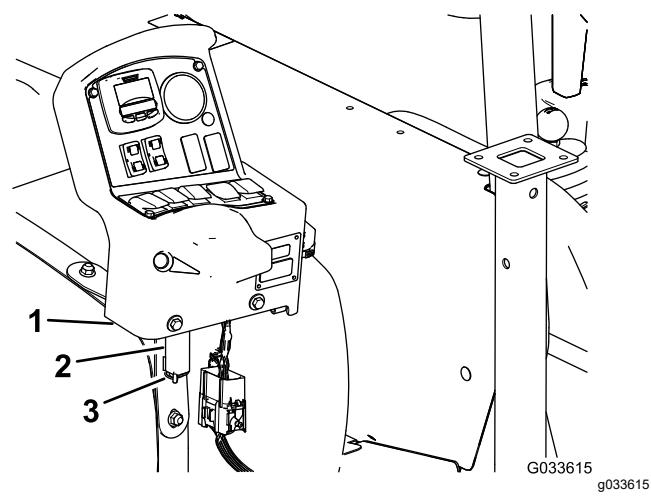

Figura 98
7. Retire a consola do suporte de montagem da consola no painel de instrumentos da máquina e alinhe o pino articulado na consola de controlo com o suporte de armazenamento na correia frontal do depósito (Figura 98); consulte Instalação da consola de controlo na máquina \(página 19\).
- Monte a consola no suporte e prenda o pino articulado no suporte com o perno de gancho (Figura 98).